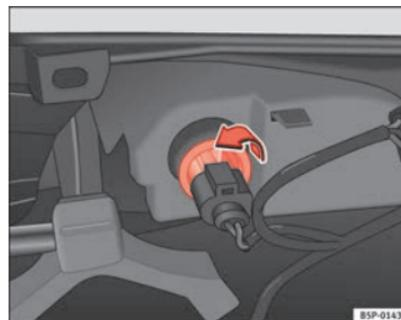

Fig. 194 Farolim pelo lado interior do pára-choques
- Rode o porta-lâmpadas para a esquerda e retire-o no sentido da seta ⇒ Fig. 194.